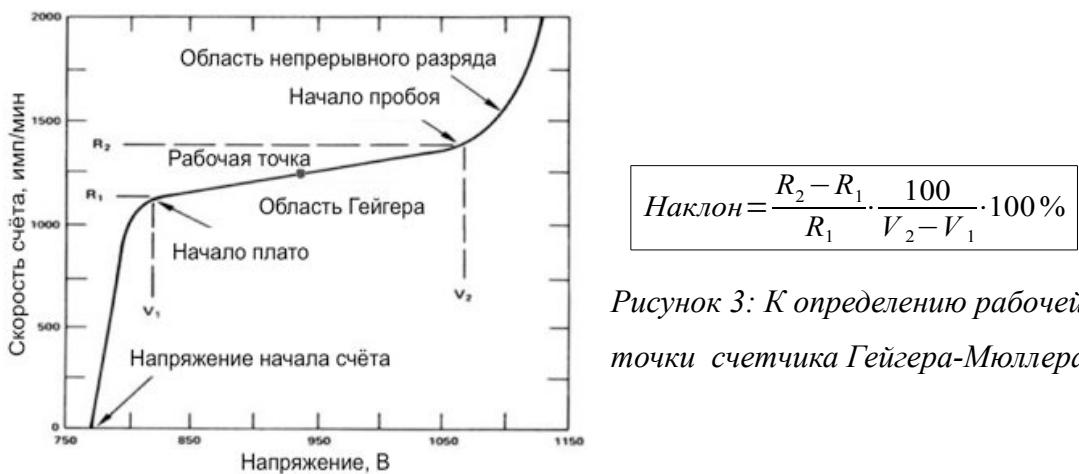

Рисунок 3: К определению рабочей точки счетчика Гейгера-Мюллера.
6. Из графика $N = f(U)$ определите область Гейгера-Мюллера и рабочую точку счётчика (см. рис.3). Проверьте Ваши предположения у преподавателя.